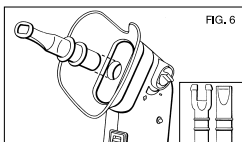

FIG. 6
6. Accesorios utilizables: el aparato puede ser utilizado con la máscara respiratoria, con la boquilla o con la horquilla nasal, colocándolos en su alojamiento (fig. 6). En caso de usar la horquilla nasal, para evitar la formación de condensación que no permita una correcta pulverización, es necesario inspirar enérgicamente.